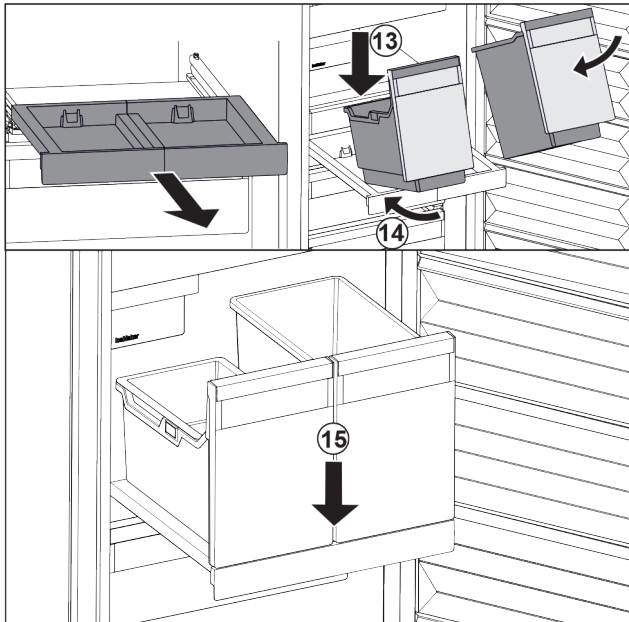

Fig. 124
- ▶ Helyezze ferdén a kihúzható rácsra a tárolókat. Fig. 124 (13)
- ▶ Tolja be ferdén hátra a tárolókat. Fig. 124 (14)
- ▶ Helyezze le a tárolók elejét. Fig. 124 (15)